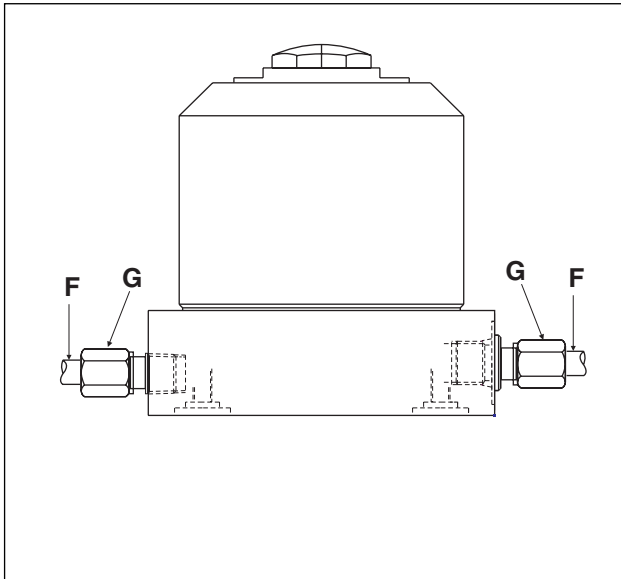
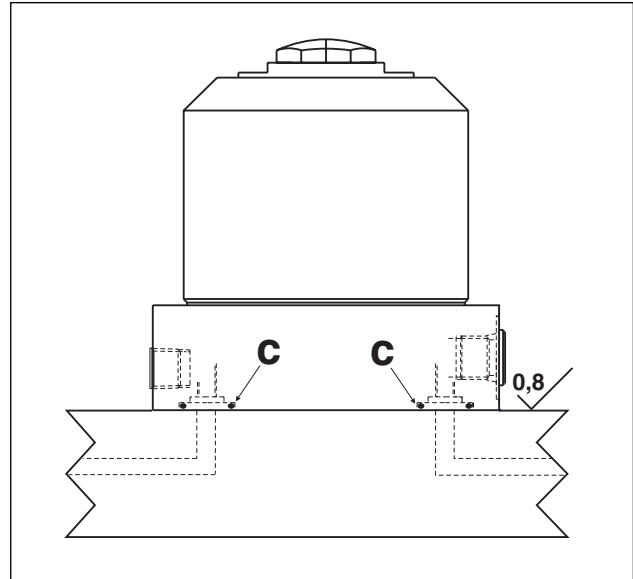

Figura 4 - Portapieza con "purga de aire" / "resorte de aire" usando la lumbreira de respiradero lateral
Figura 5 - Portapieza con "purga de aire" / "resorte de aire" usando la lumbreira de respiradero del colector
1. Conecte una línea de suministro de aire (F) a la lumbrera lateral de respiradero (vea la Figura 4) o a la lumbrera de respiradero del colector (vea la Figura 5). Si se conecta a la lumbrera lateral de respiradero, quite primero el adaptador de respiradero. Si se conecta a la lumbrera de respiradero del colector, saque el tapón roscado y la empaquetadura de cobre de la lumbrera, lubrique el anillo “O” provisto con una capa liviana de aceite e instálelo en el agujero contrataladrado que rodea la lumbrera.
3. Conecte una línea de suministro de aire (F) a la lumbrera lateral de respiradero (vea la Figura 4) o a la lumbrera de respiradero del colector (vea la Figura 5). Si se conecta a la lumbrera lateral de respiradero, quite primero el adaptador de respiradero. Si se conecta a la lumbrera de respiradero del colector, saque el tapón roscado y la empaquetadura de cobre de la lumbrera, lubrique el anillo “O” provisto con una capa liviana de aceite e instálelo en el agujero contrataladrado que rodea la lumbrera.